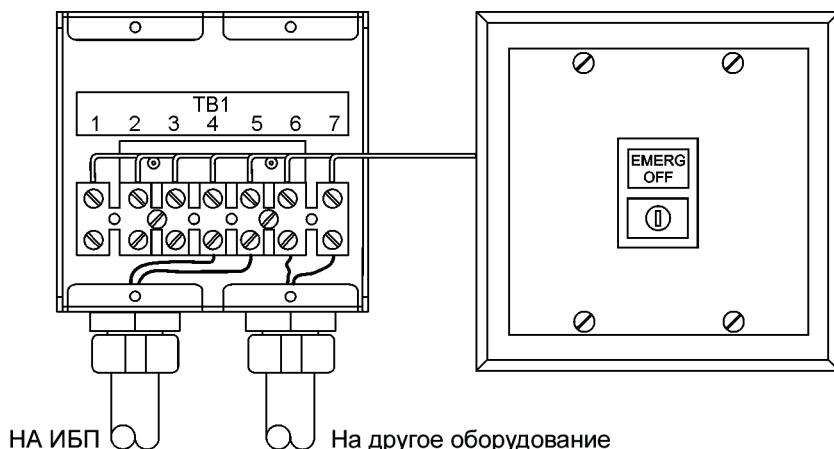

Рис. 4-16. Удаленный выключатель EPO
Удаленный выключатель EPO используется при аварийных ситуациях для дистанционного выключения ИБП и питания критической нагрузки. Удаленный выключатель EPO показан на Рис. 4-16.
11. Если необходимо, подключите проводку удаленного выключателя EPO к выключающей цепи защитных устройств. Нормально-разомкнутый (НР) контакт находится между клеммами 6 и 7 удаленного выключателя EPO (где применимо), как показано на Рис. 4-16. Проводка удаленного выключателя EPO должна подключаться согласно электротехническим правилам и нормам.